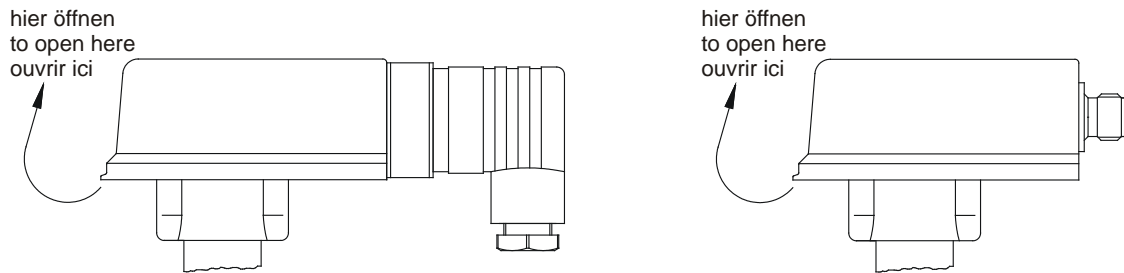

Abb.17
- ↪ Zum Verstellen der Schalteinheit öffnen Sie den Deckel des Schaltkopfes (→ Abb. 17) (entfällt bei VK3...)